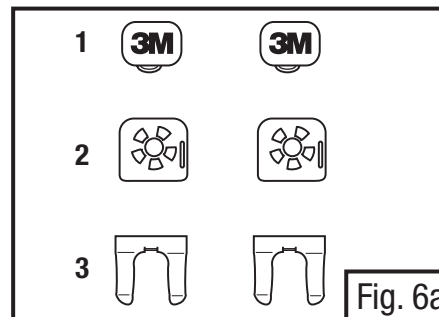

Fig. 6a
- La Fig. 6 muestra el kit de pivote. Desde la parte superior hasta el fondo, la parte marcada con “3M” es el poste (1), la siguiente parte es la “placa posterior” (2) y la parte posterior en la Fig. 6a es el “clip de resorte metálico” (3).